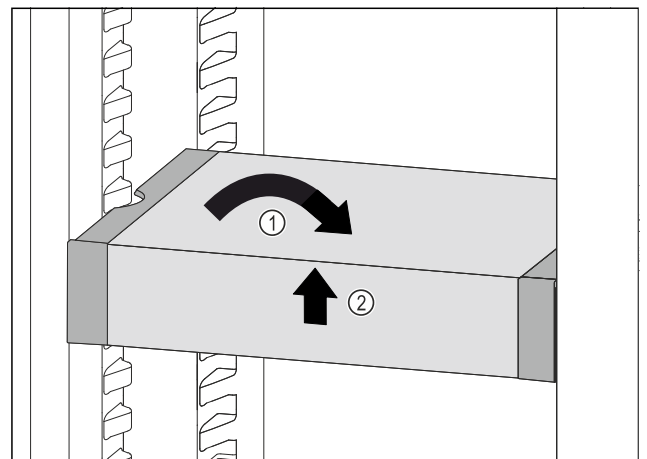

Fig. 83
- Collocare VarioSafe in maniera dritta. Fig. 83 (1)
- Sollevare VarioSafe dal lato anteriore. Fig. 83 (2)